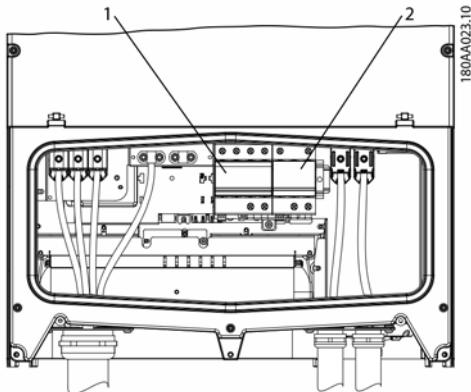

Imagen 1.1: vista general del área de instalación
3. Busque el descargador de sobretensión marcado de color rojo. Esta marca de color rojo significa que el descargador debe cambiarse. Consulte la posición de los descargadores de sobretensión en la imagen 1.1